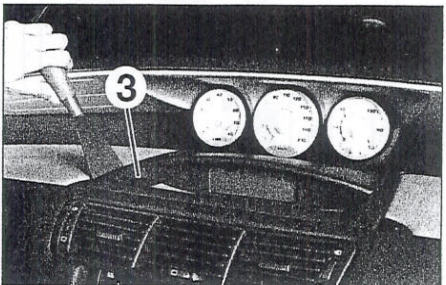

FIGURA 9-9
- Desmontar el indicador central (3) (figura 9-9).